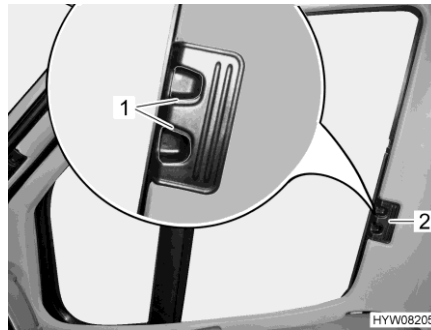

Bild 109 Plisségardin (förar-/passagerarfönster)
- Tryck in låshandtagen (Bild 109,1) och håll dem intryckta.
- Ta tag i handtaget (Bild 109,2) och dra plisségardinerna för förar-/och passagerarfönstret till den andra fönstersidan och fäst med magnetrem-sorna.
- Ta tag i handtaget (Bild 109,2) till plisségardinerna för förarfönstret och passagerarfönstret och skjut in dem så långt det går.
- Släpp låshandtagen (Bild 109,1) och låt dem haka fast.